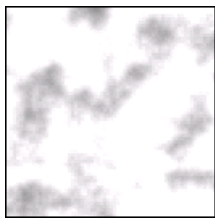

图 17-23 程序贴图□斑点
5) 斑点：生成带斑点的曲面图案。斑点贴图对于漫射贴图和凹凸贴图创建类似于花岗岩和其他带图案的曲面十分有用。样例如图 17-23 所示。